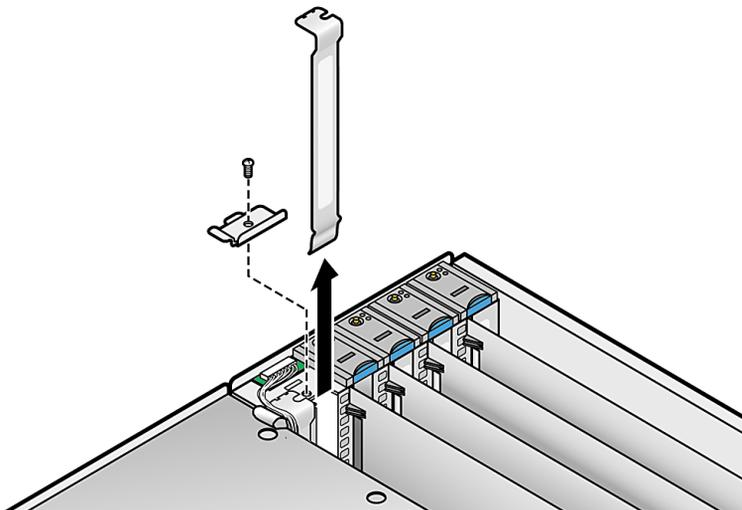

FIGURE 4-6 Retrait ou installation d'une carte PCI dans un connecteur vertical sans MRL
- Si vous remplacez une carte dans un connecteur dépourvu de MRL, retirez la vis de fixation et la bride de retenue du connecteur (voir FIGURE 4-6).